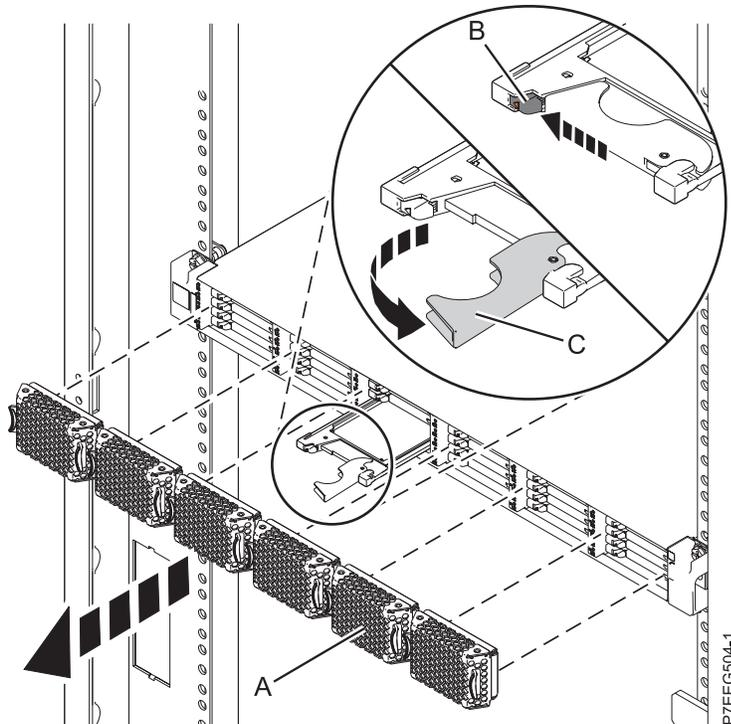

Figura 41. Extracción de la unidad de estado sólido de Alojamiento de almacenamiento PCIe de EDR1
1. Retire la placa frontal (A) que cubre la ranura que contiene la unidad de estado sólido. Consulte Figura 41 en la página 65.
2. Deslice suavemente el pestillo de liberación (B) por encima para desbloquear el asa de la unidad.
3. Agarre el asa (C) y saque parcialmente la unidad de la ranura.